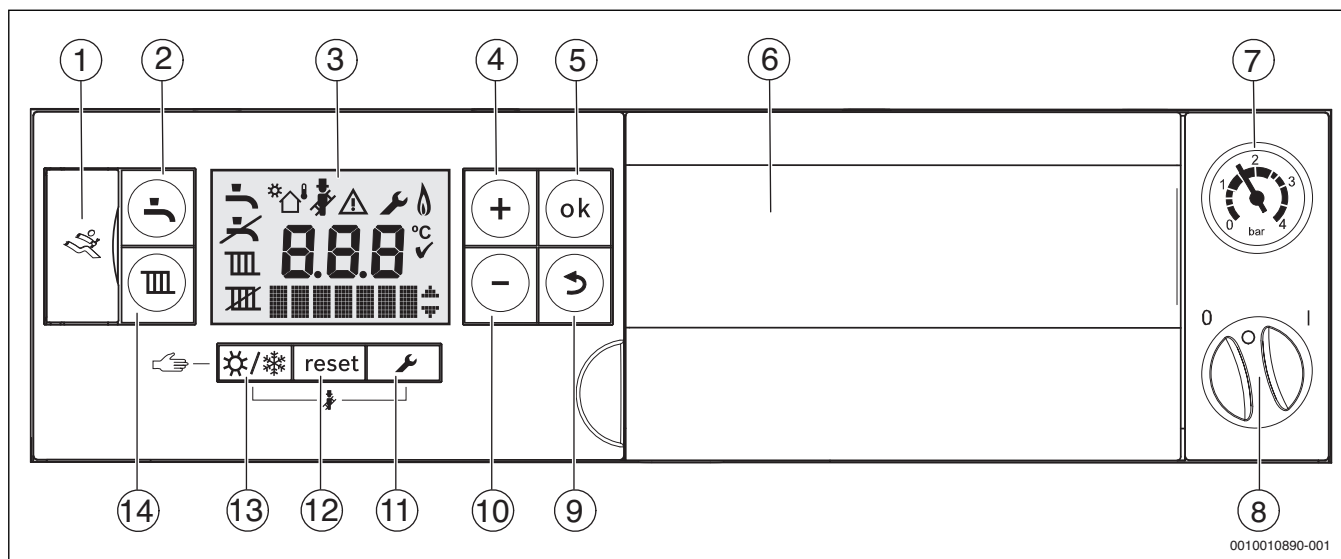

Fig. 1 Pannello di comando con copertura del pannello di comando aperta
- ▶ Accendere l'apparecchio dall'interruttore On/Off (→ fig. 1). Il display si illumina e mostra, poco dopo, la temperatura dell'apparecchio.
- ▶ Spegnere l'apparecchio dall'interruttore On/Off (→ fig. 1).
Tab. 1 Simboli sul display (→ fig. 1)